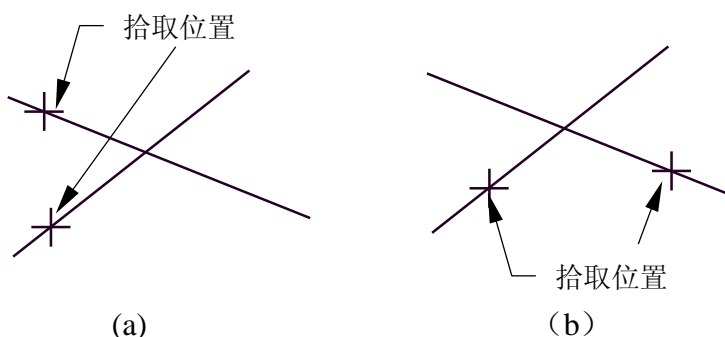

图 11-4 直线夹角的查询
2) 用户还可以在立即菜单中选择【直线夹角】，根据提示拾取两条直线后，在【查询结果】对话框中将显示出两直线夹角。**注意：**系统查询两直线夹角时，夹角的范围是在 $0 \sim 180$ 度之间，而且查询结果跟拾取直线的位置有关。例如，在图 11-4 中，同样的两条相交直线，按图 (a) 的方法拾取，查询结果为 60 度，按图 (b) 的方法拾取，查询结果为 120 度。